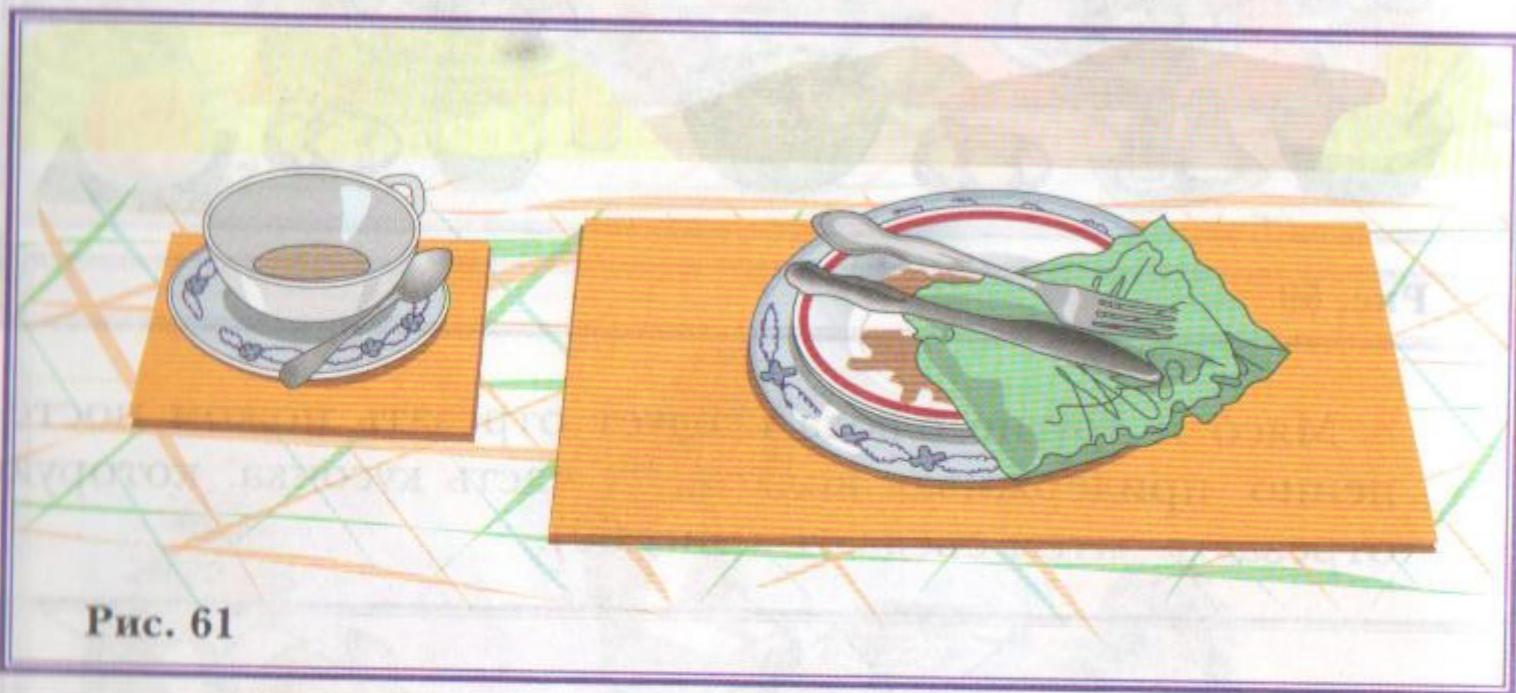

Рис. 61
**12.** После окончания приёма пищи вилку, нож, ложку следует положить на тарелку, а не на скатерть (рис. 61). На тарелку кладут и использованную бумажную салфетку.